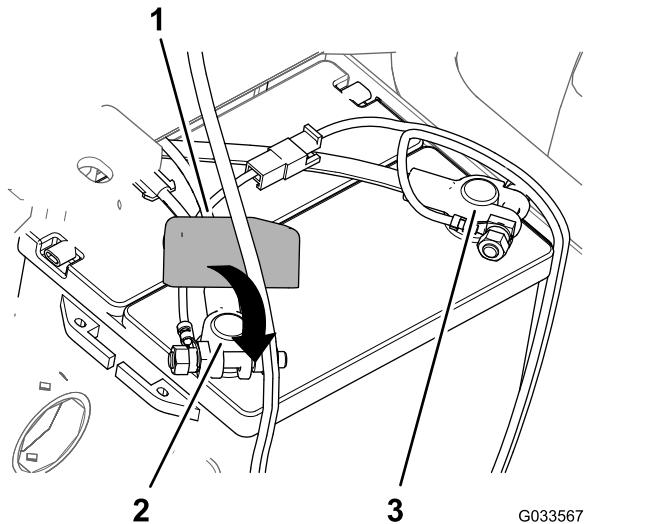

Figura 30
8. Conecte el cable positivo de la batería al borne **positivo** de la batería y apriete la tuerca de la abrazadera a mano (Figura 30).